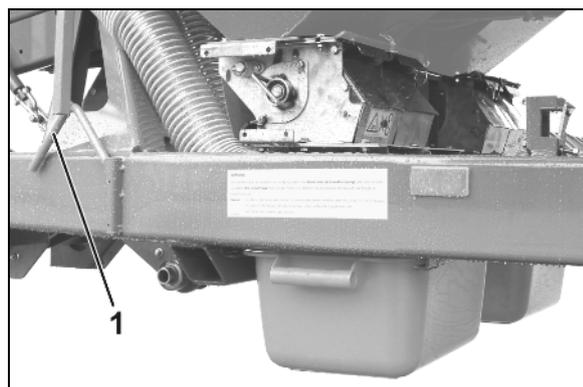

Fig. 72
5. Sortez la manivelle (Fig. 72 / 1) de son support de transport à côté de la roue d'appui.